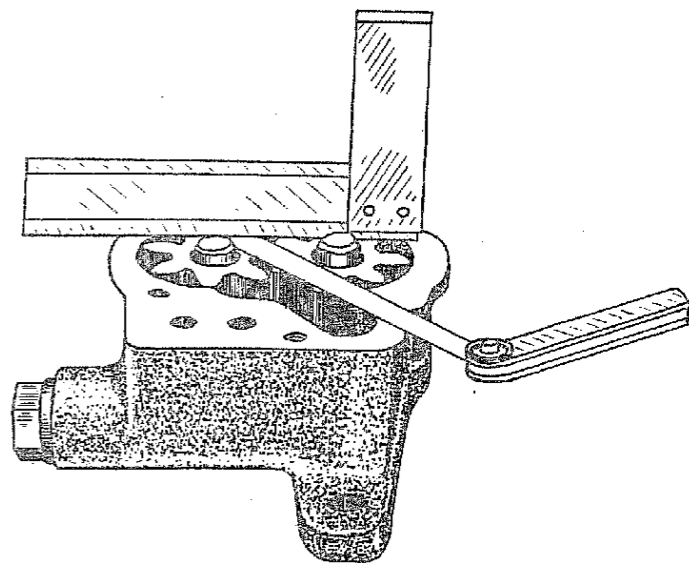

Рис. 108. Проверка зазора между торцами шестерен и плоскостью разъема корпуса масляного насоса
3.10. Проверить зазор (рис. 108) между торцами шестерен и плоскостью разъема корпуса насоса (набор щупов № 2).